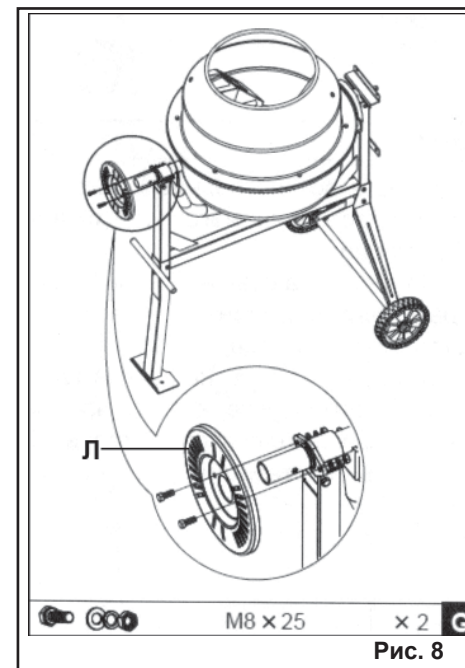

Рис. 8
6.7. Используя крепеж из пакета G, установите фиксирующий диск (Л) на ступицу скобы как показано на Рис.8.